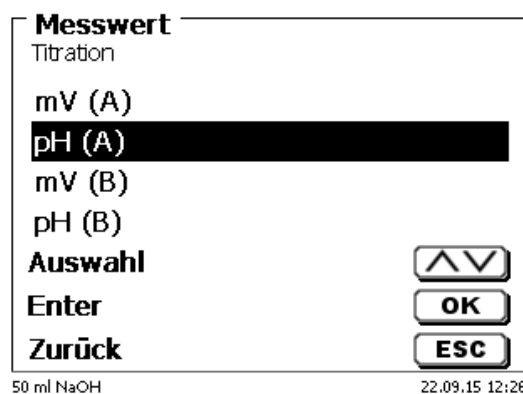

Abb. 139
Die Messgeschwindigkeit und das Titrationsende sind jedoch je nach Titrationsmodus wieder unterschiedlich. Der «**Messwert**» wird zuerst ausgewählt. Hier z.B. «**pH (A)**» (Abb. 139).